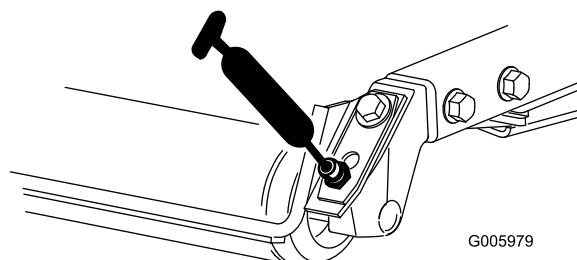

Figura 51
- Rolamentos do cilindro traseiro (2 por cada unidade de corte) (Figura 51)